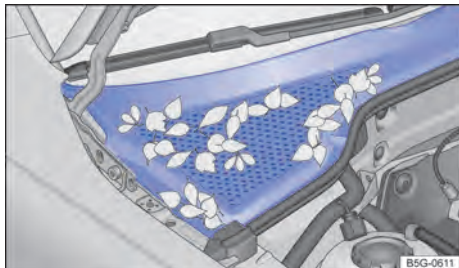

Fig. 208 Entre el compartimento del motor y el parrillero: caja de agua (representación esquemática).
- La caja de aguas está ubicada en el compartimento del motor, entre el parabrisas y el motor, y bajo una cubierta perforada → fig. 208. El aire ambiente es aspirado de la caja de aguas al interior del vehículo por medio del sistema de calefacción y ventilación o del aire acondicionado.